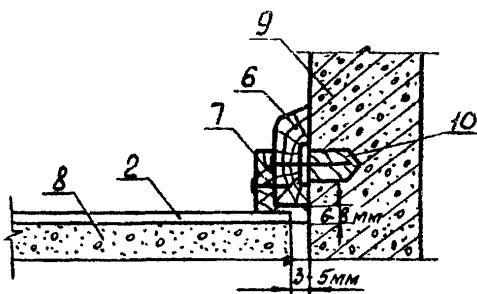

Рис. 3.
3.9. Сваренные линолеумные полотнища закрепляются плинтусами и обкладными рейками по периметру комнаты. Зазор между краями линолеума и стеной должен быть 3-5 мм. Пришивается сначала плинтус, а затем к нему обкладные рейки. Примыкание линолеума к стене показано на рис. 3.